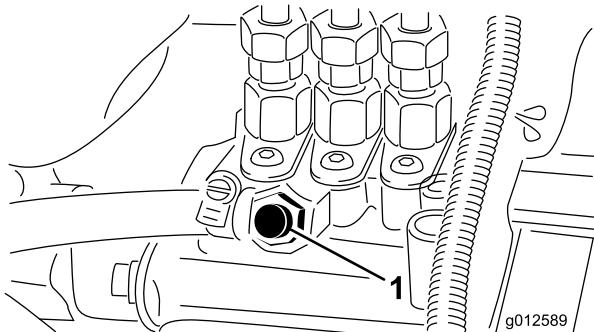

図 30
- 燃料噴射ポンプについているエア抜きネジ (図 30) をゆるめる。